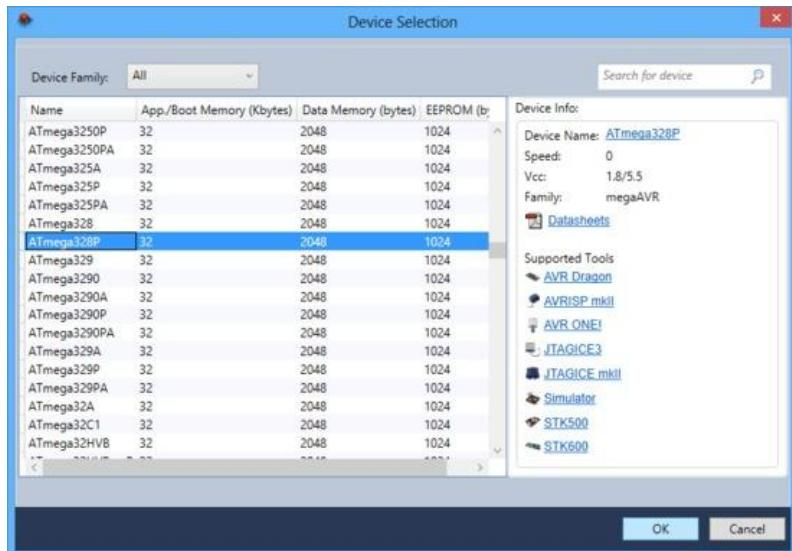

Рисунок 2.2 – Діалогове вікно Device Selection в Atmel Studio 6
2. У вікні Device Selection (рис. 2.2), оберіть імя пристрою AVR яке необхідно. Клікніть OK для створення нового проекту.